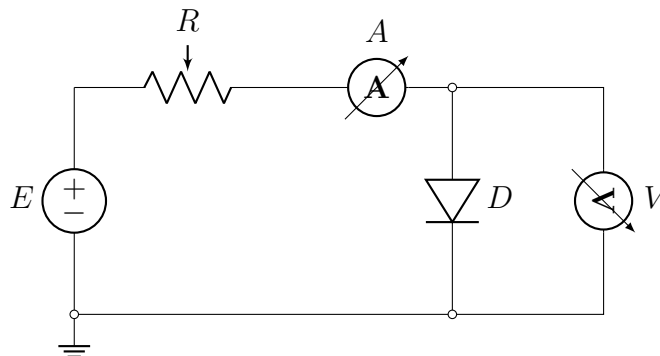

Figura 3: Circuito con Resistencia Variable en Serie
- Realice el montaje del circuito mostrado en la figura 3.